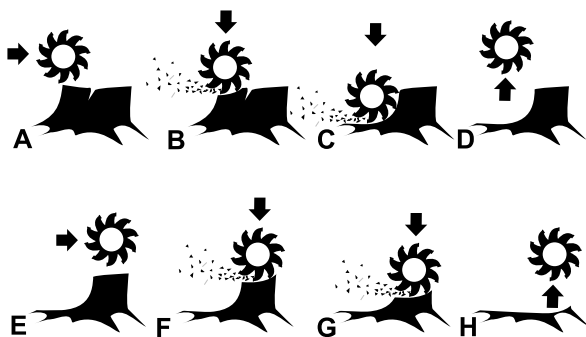

Figure 11
avant chaque déplacement, jusqu'à ce que la partie avant de la souche soit rabotée au niveau du sol (A à D sur la Figure 11).
8. Répétez les opérations 5 et 7 jusqu'à ce que la souche ait complètement disparue (E à H à la Figure 11).